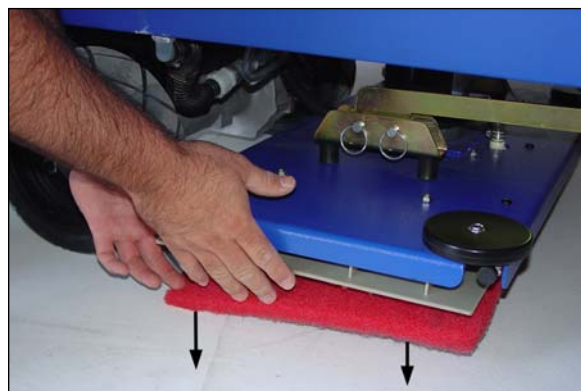

Figure 16
5. Baissez en tirant sur la brosse ou le disque jusqu'à ce qu'elle ou il se dégage des plaques flexibles. Voir figure 16.